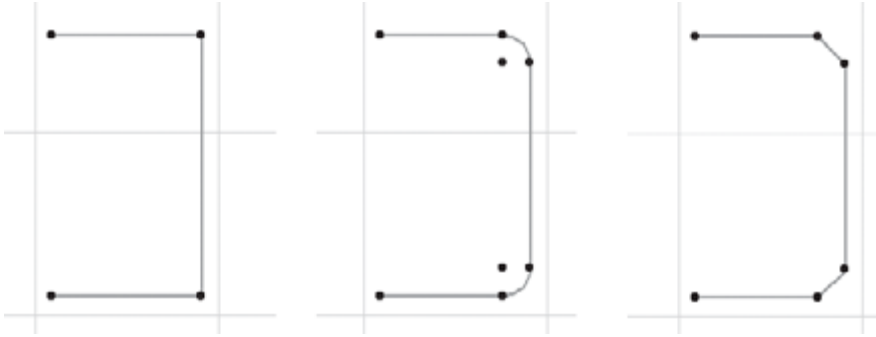

Рис. 4.21. Пример выполнения команды Fillet/Chamfer (Сопряжение/фаска)
4. Щелкните на кнопке ОК. Команда выполнена (рис. 4.21).